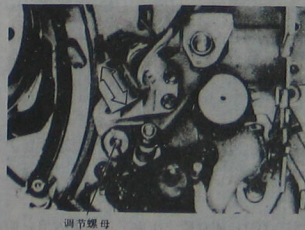

图 1-39 A/C 磁头水平位置调整
③ 用校准磁带 VFJ8125H3F 进行放象, 观察示波器上显示的 RF 包络线。
④ 如果需要调整, 则参看图 1-39, 将水平位置调节螺钉旋具插入调节螺母的槽缝, 并来回拧转, 使输出信号的幅度达到最大值, 如图 1-40 所示。